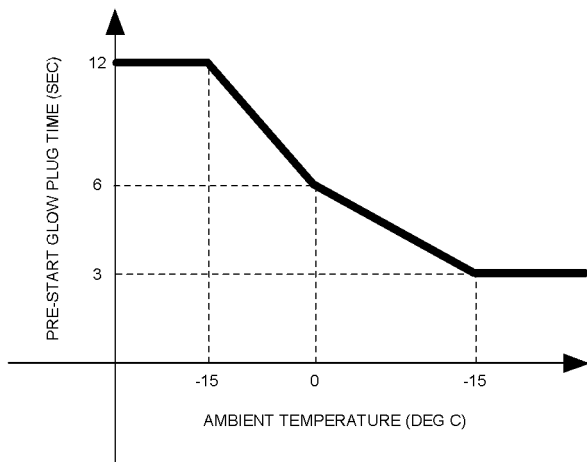

Abbildung 23
6. Den Motorstartschalter in die Stellung HEAT (VORWÄRMEN) drehen. Den Motorstartschalter in der Position HEAT (Heizen) halten (so lange wie in der Abbildung 23 beschrieben).